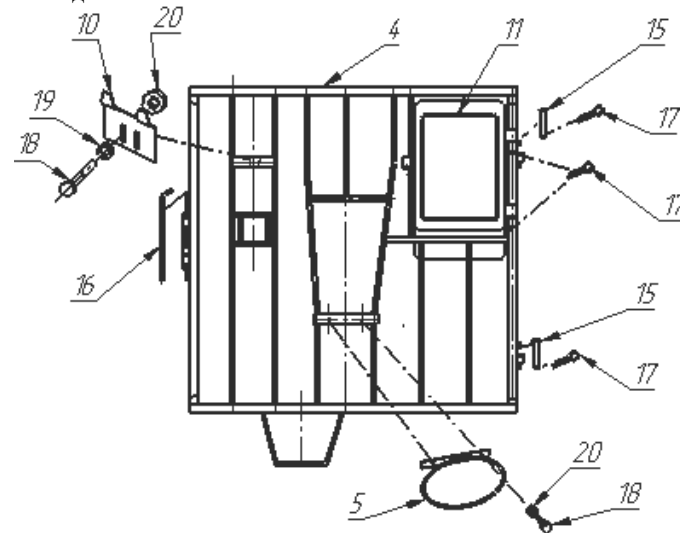

Рис.6 Схема установки оборудования на переднюю стенку ограждения бокса.
3. На переднюю стенку ограждения закрепить следующие приспособления см. Рис.6:
Для кормления теленка грубыми кормами кормушка(7) устанавливается в обод кормушки (5) расположенный в центре передней стенки ,в нижней части (Рис.6).